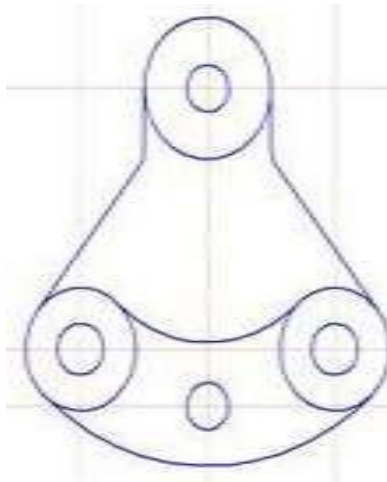

Рисунок 3.15 – Создание скруглений
15. Создайте **Скругления** радиусом 10 мм (рисунок 3.15).